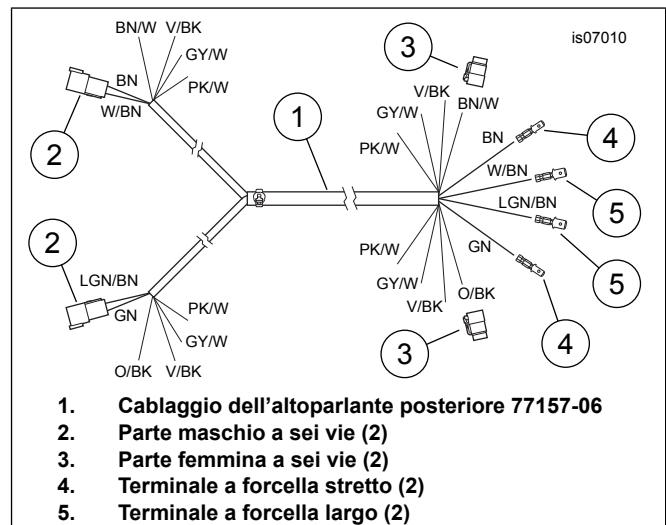
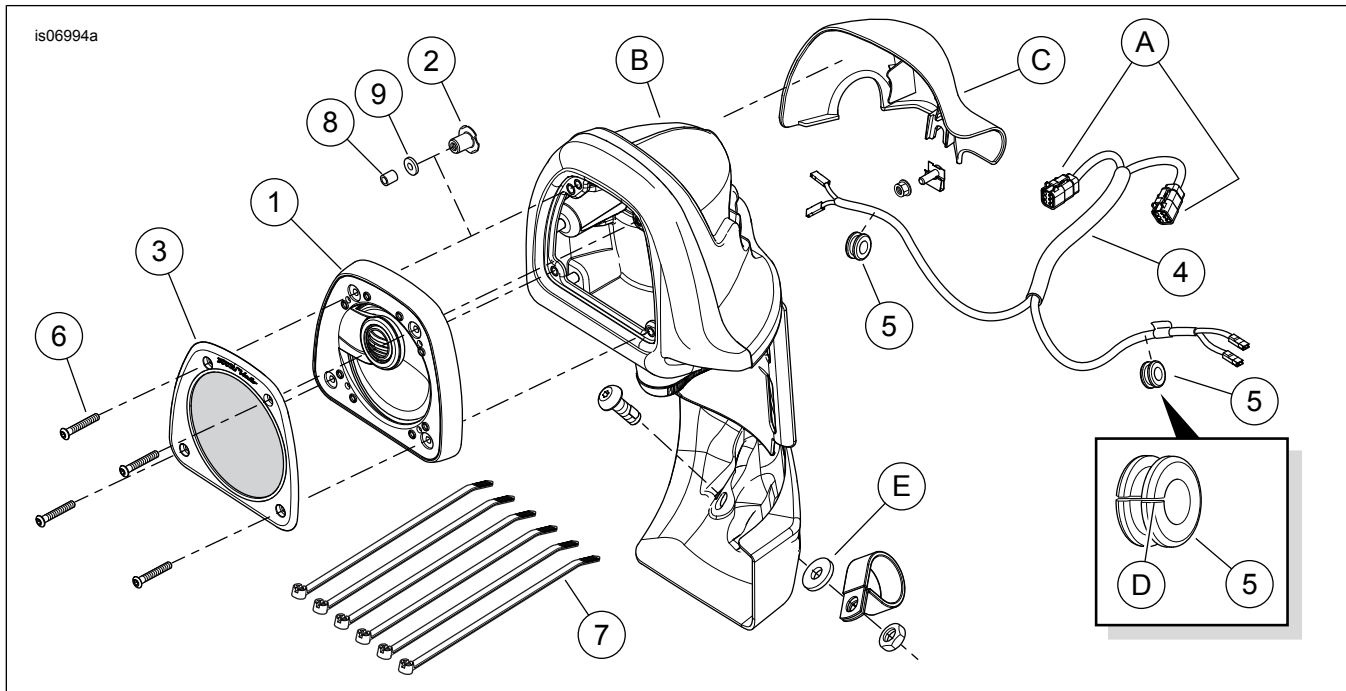

Figura 3. Cablaggio, dall'altoparlante della carenatura inferiore all'amplificatore montato posteriormente
Figura 4. Parti di ricambio, altoparlanti carenatura inferiore Boom! Audio
2. **Modelli dotati di carenatura inferiore:** Vedere Figura 4. Rimuovere la carenatura inferiore (B) secondo le istruzioni del manuale di manutenzione. Gettare le rondelle di gomma (E) sulla parte inferiore della carenatura.
6. Sul retro del cassetto portaoggetti, misurare circa 25 mm (1.0 in) al di sopra (8) e 12 mm (0.5 in) verso l'alto (9) a partire dalla flangia di accoppiamento del coperchio della carenatura inferiore (area ombreggiata) ed eseguire con il trapano un foro da 9,5 mm (3/8 in) (10) nella parete laterale interna del cassetto portaoggetti.
8. Vedere Figura 4. Prendere il cablaggio della carenatura inferiore (4) dal kit.
9. Procurarsi la carenatura inferiore sinistra o destra. Vedere Figura 4 nel riquadro piccolo. Far scorrere (D) uno degli occhielli (5) dal bordo esterno al foro centrale ed installare sui fili corretti (lato sinistro o destro) del ramo del cablaggio della carenatura inferiore (4) a circa 100 mm (4.0 in) oltre l'inizio del tubo di protezione sull'estremità con due terminali femmina.
2. **Accoppiamento dei connettori dell'altoparlante della carenatura inferiore:** Vedere Figura 4. Accoppiare i colori dei fili nelle cavità 5 e 6 delle parti femmina a sei vie (A) sul cablaggio della carenatura inferiore (4) con quelli delle parti maschio a sei vie [41A] e [42A] sul cablaggio della radio o sul cablaggio di sovrapposizione non-Ultra. Collegare le parti femmina degli altoparlanti lato destro e sinistro con le parti maschio corrette. **Con il cablaggio della radio e NESSUN amplificatore anteriore:** Con il cablaggio della radio **E l'amplificatore anteriore:** Inserire i quattro fili con terminazione nel connettore [149B] del cablaggio dell'amplificatore. Vedere le istruzioni del kit dell'amplificatore Boom! Audio.
Vedere Figura 3. Saranno necessari un cablaggio per l'altoparlante posteriore (elemento 1, N° codice 77157-06), due terminali a forcella da 4,8 mm (0.19 in) (elemento 4, N° codice 72438-06), due terminali a forcella da 6,4 mm (0.25 in) (elemento 5, N° codice 72446-06) e sei fascette fermacavi (N° codice 10006).
8. Collegare le parti maschio (Figura 3, elemento 2) del cablaggio dell'altoparlante posteriore alle parti femmina (Figura 4, elemento A) del cablaggio dell'altoparlante della carenatura inferiore. Andare a "COLLEGAMENTO DEL CABLAGGIO DELLA CARENATURA INFERIORE" all'inizio di queste istruzioni per un riferimento sui colori dei fili, quindi procedere ai punti 3 e 4 di quella sezione.